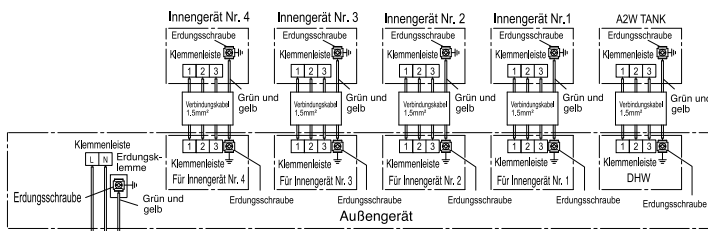

Abb. 1-1
- Die elektrische Verdrahtung gemäß Abb. 1-1 zwischen dem Innengerät und dem Außengerät anschließen. Niemals die elektrische Verdrahtung falsch ausführen.